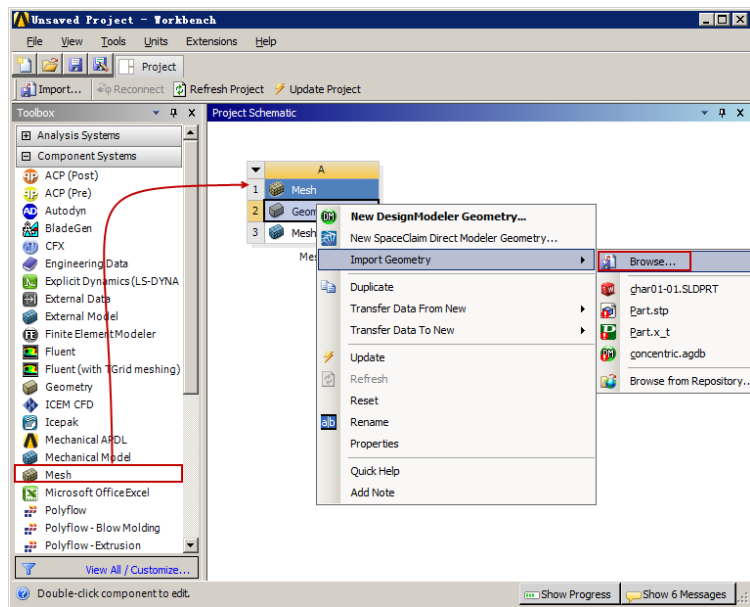

图 3-54 导入几何体
- 步骤 01** 在 A2 栏的 Geometry 上单击鼠标右键, 在弹出的快捷菜单中选择 Import Geometry→Browse 命令, 如图 3-54 所示, 此时会弹出“打开”对话框。